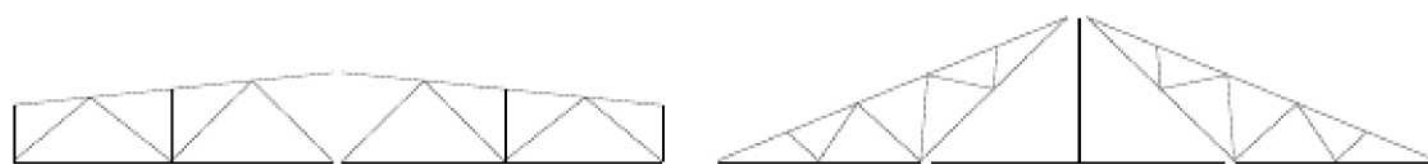

图2
2. 预先划分钢屋架的运送单元，以便确定屋架拼接节点的位置。一般梯形屋架为两个运送单元，三角形屋架可分为三个运送单元。如图2